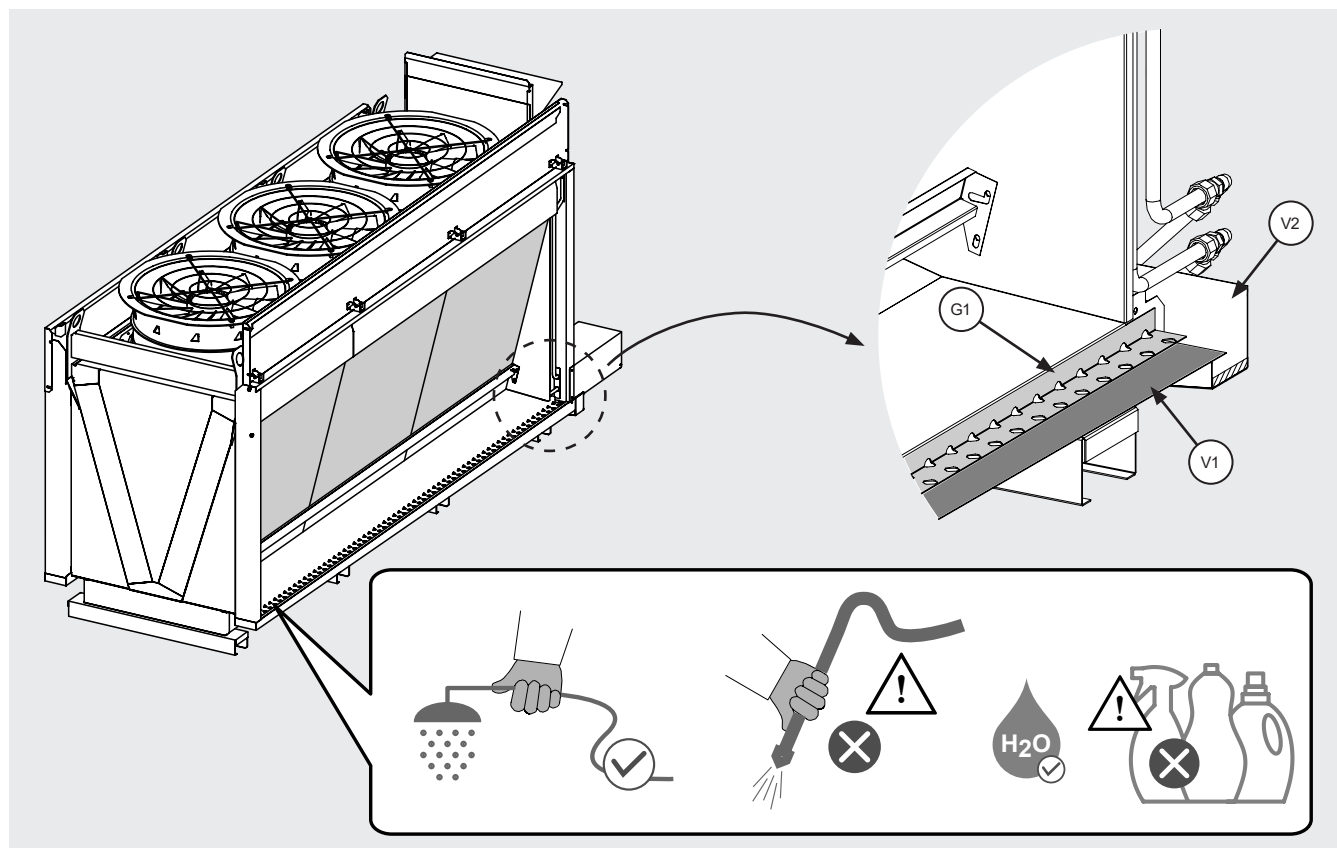

Figura 26
- 12.14.3 El modelo está equipado con 2 depósitos internos de recogida de agua (V1) situados bajo las dos filas de paneles laterales adiabáticos. Véase la Figura 26.